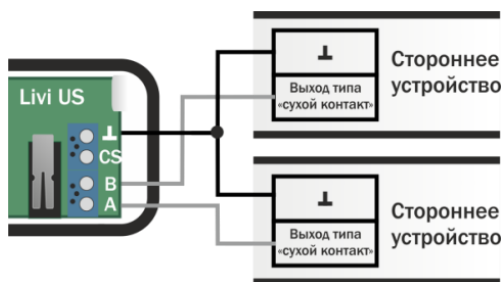
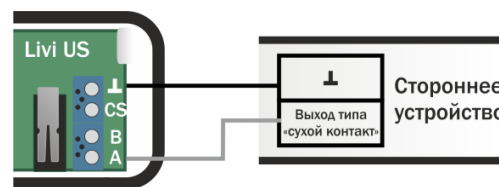

Рисунок 6.2 – Схема подключения двух устройств к датчику
Рисунок 6.3 – Схема подключения одного устройства к датчику
- 3) Подключите один или два проводных или автономных датчика с проводным выходом к клеммам на плате датчика (см. рисунок 6.2 и рисунок 6.3).